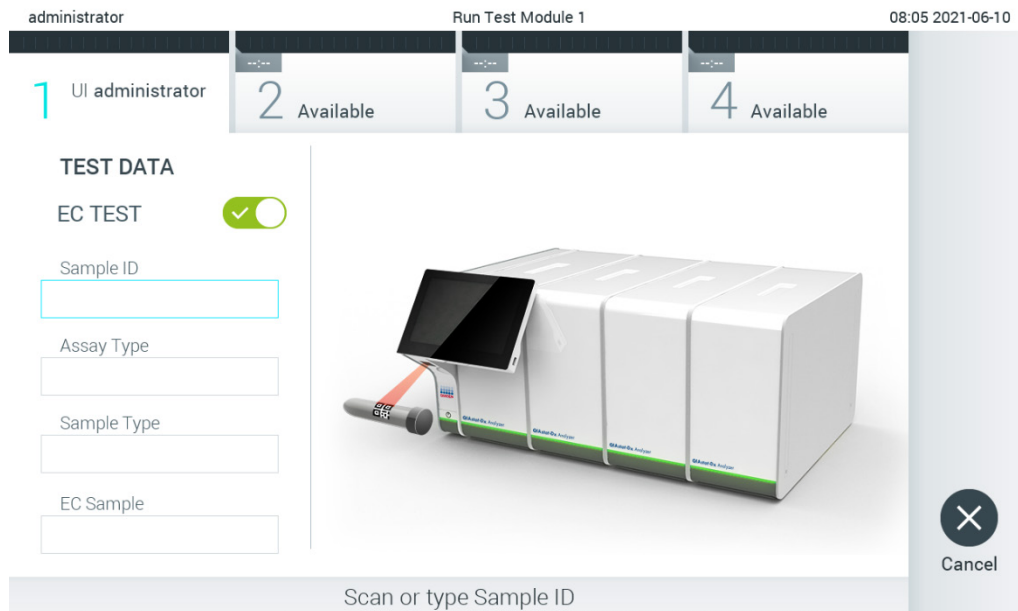

図 88. EC Test (EC 検査) トグルボタンをオンにして EC 検査を有効にする。
2. EC Test (EC 検査) トグルボタンをオンにします (図 88)。
- 指示されたら、操作モジュールに内蔵のバーコードリーダーを使用してサンプル ID バーコードをスキャンします (図 88)。